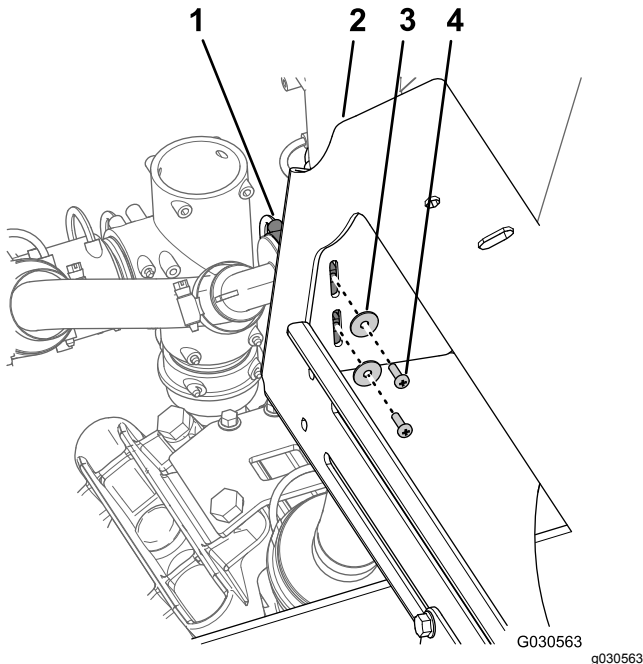

Bild 97
1. Entfernen Sie die zwei Kopfschrauben (Nr. 10 x 5/8") und die zwei Scheiben (Nr. 10), mit denen das T-Anschlussstück an der linken Seite der Verteilerbefestigung befestigt ist (Bild 97).